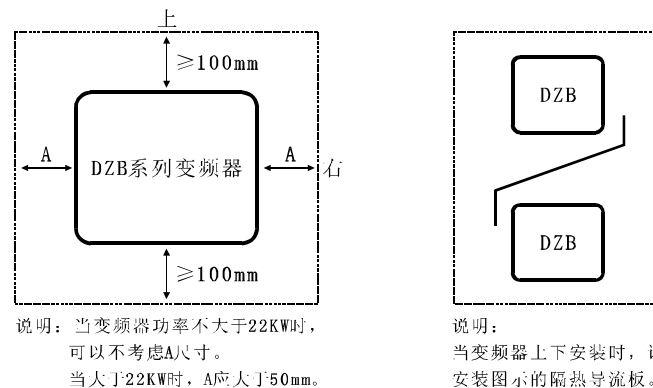

图3-1 DZB系列变频器安装示意图
- 1) 请垂直安装变频器, 便于热量向上散发。但不能倒置。若柜内有较多变频器时, 最好是并排安装。在需要上下安装的场合, 请参考图3-1的示意图, 安装隔热导流板。
- 2) 安装空间照图3-1所示。保证变频器的散热空间。但布置时请考虑柜内其他器件的散热情况。